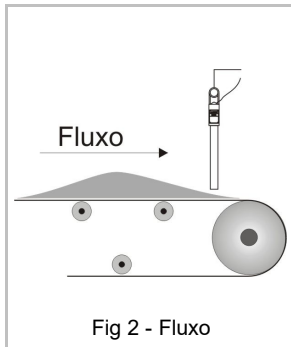

Fig 2 - Fluxo
- Controle de fluxo de material em transportadores de correia, transportadores vibratórios, etc.(fig. 2)